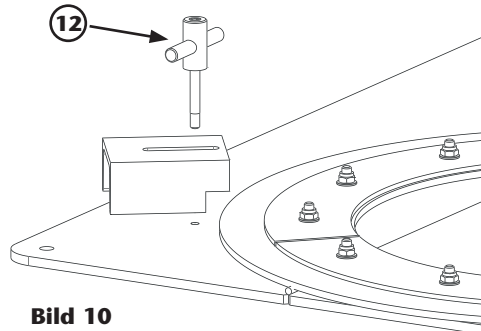

Bild 10
5. Wenn die Einrichtung das Grundblech beinhaltet, positionieren Sie die Behälterbefestigungen und schrauben Sie sie an die Unterseite (12) (Bild 10).